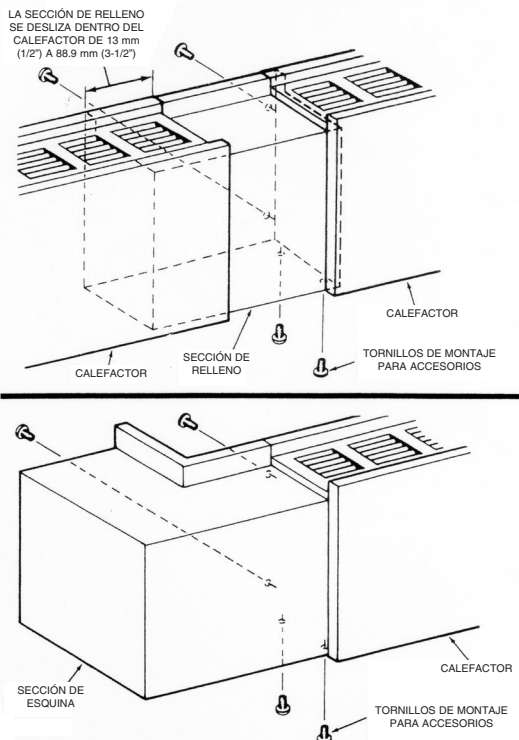

Figura 6
- Si el plano lo requiere, sujete la sección de relleno (1) (Figura 1) a uno de los calefactores (2) o (3) mediante 4 tornillos N° 6 suministrados con la sección de relleno (consulte la Figura 6). Deseche la tapa extrema de la sección de relleno en esta aplicación.
- Si el tramo de pared tiene esquinas interiores o exteriores, instale la esquina (4 y 5) en el calefactor (2 y 9) mediante 4 tornillos N° 6 suministrados con la sección de la esquina (consulte la Figura 6).